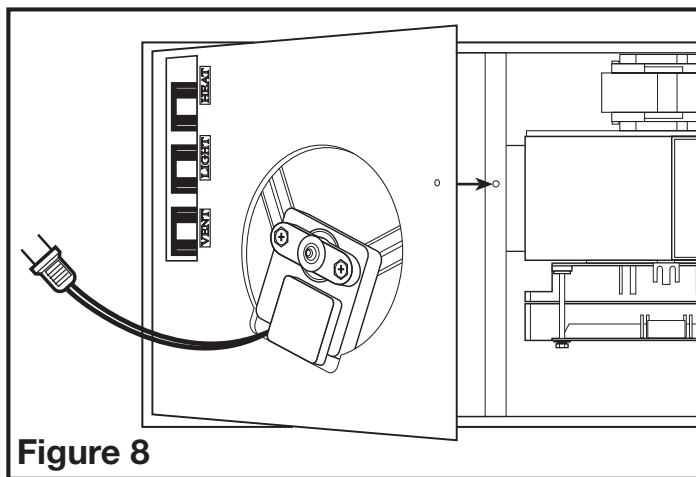

Figure 8
1. Réinstaller le venturi du ventilateur en le tenant à un angle d'environ 45 degrés, accrocher les deux onglets sur le venturi dans les fentes sur le cabinet et fixer en place en serrant les vis du venturi. Faire tourner la roue de la soufflante à la main pour s'assurer qu'elle tourne librement (**Figure 8**).